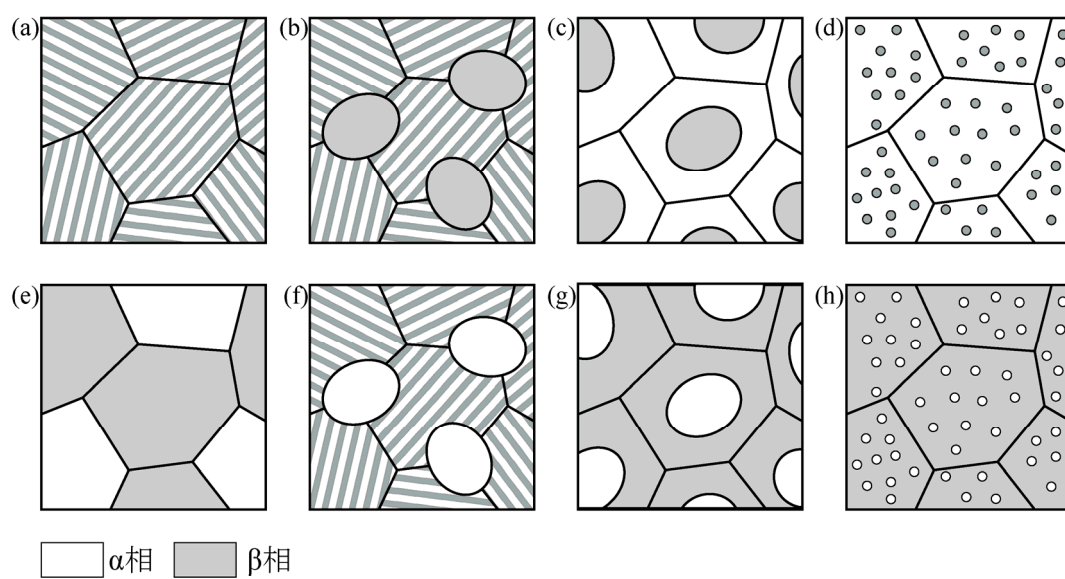

图 3
1. 各組成 c_1, c_2, c_3 の試料を，温度 T_1 で保持した後，ゆっくりと冷却し平衡凝固させた。それぞれの試料について，温度 T_2 での典型的な組織の模式図としてもっとも適切なものを図3から選べ。また，組織の形成過程をそれぞれ 30 字程度で説明せよ。